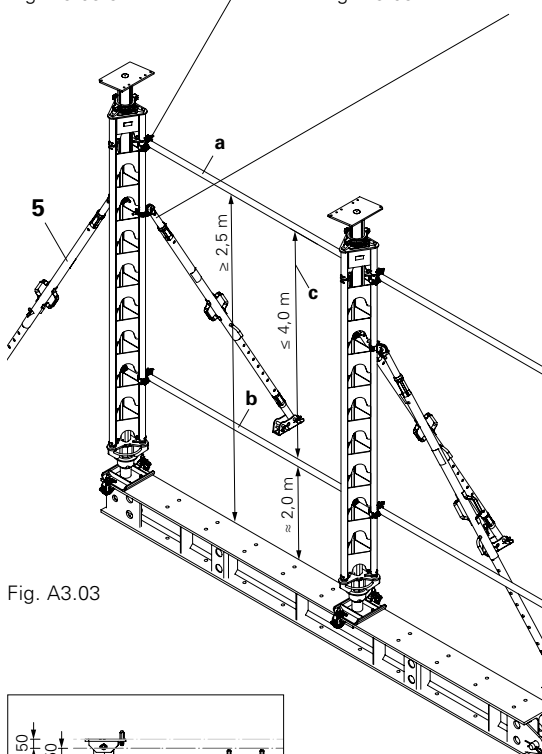

Fig. A3.03
4. Sikres og justeres med to elementstøtter (5) hver. Arrangér elementstøtter vinkelret på hinanden. (Fig. A3.03)